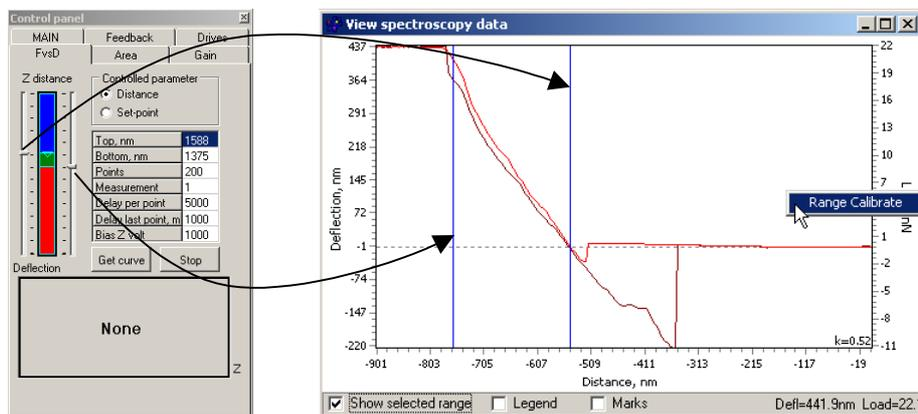

Рис. 5.12. Перемещение маркеров для выделения наклонного участка кривой подвода/отвода
3. При помощи вертикальных регуляторов на панели **FvsD** передвинуть границы диапазона движения пьезотрубки таким образом, чтобы маркеры в специализированном окне визуализации выделяли наклонную часть кривой подвода/отвода (рис. 5.12). Желательно, чтобы выделенный диапазон охватывал максимально возможный наклонный участок графика, но линия на графике оставалась
4. На поле графика вызвать контекстное меню, щелкнув правой кнопкой мыши, и выбрать команду Range Calibrate (Калибровка диапазона) (рис. 5.12 справа). В поле графика в правом нижнем углу отобразится текущее значение коэффициента пропорциональности k .